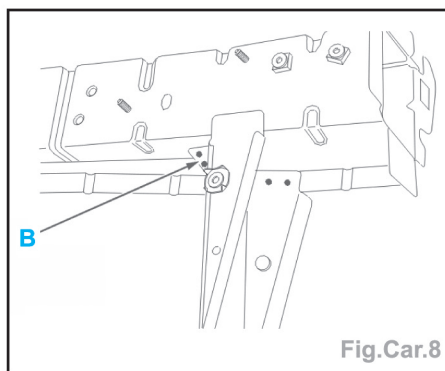

Fig.Car.8
- Souder par points électriques et par points bouchons au MIG (suivant B) (Fig.Car.8).